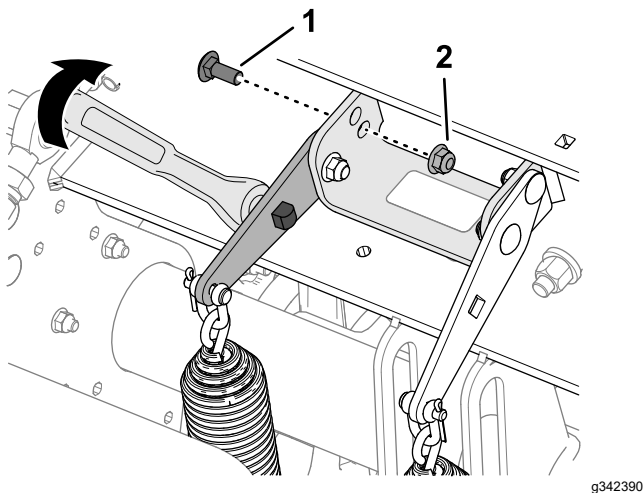

Bild 110
- Setzen Sie einen 1/2"-Schlüssel oder ein Brecheisen in das rechteckige Loch in der Federspannungsplatte ein (Bild 110).